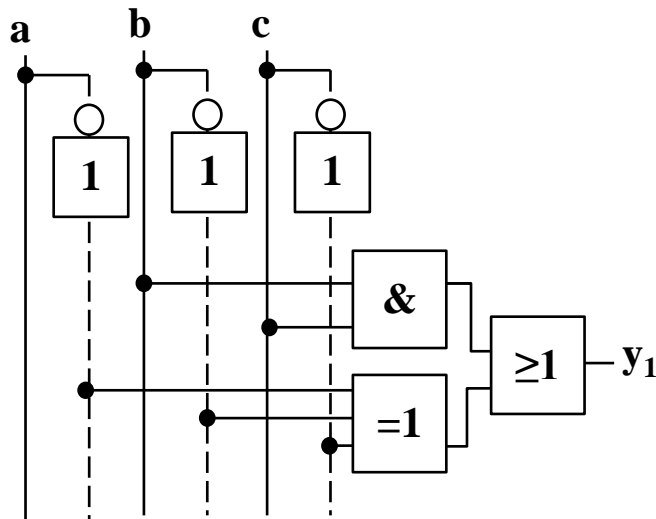

Bild 3.1: Schaltung
a) Vervollständigen Sie die Wahrheitstabelle (Tabelle 3.1) für die Schaltung (Bild 3.1).
Tabelle 3.1: Wahrheitstabelle zu Bild 3.1